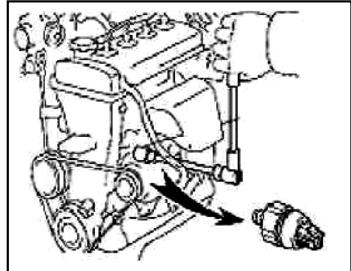

Рис. 80
3. Отсоедините датчик давления моторного масла (Рис.80);